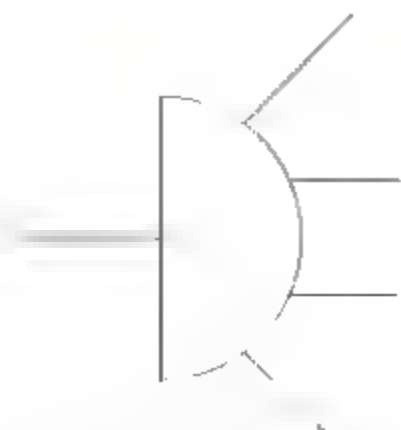

图8-126 复制线段
**09** 调用MI【镜像】命令，向下镜像复制斜线，结果如图8-126所示。